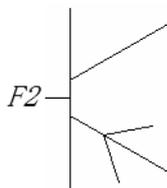

图 11-65 三极管
将如图 11-65 所示的三极管插入到如图 11-66 所示的导线中。
(1) 平移图形。单击“修改”工具栏中的“移动”按钮, 开启“对象捕捉”模式，捕捉如图 11-65 所示的点 F2 作为移动基点，选择三极管符号作为移动对象，将其移动到如图 11-66 所示的导线处，移动结果如图 11-67 所示。
(2) 继续平移图形。单击“修改”工具栏中的“移动”按钮, 开启“正交模式”，选择三极管为移动对象，捕捉 F2 点作为移动基点，输入位移为 (-5,0,0)，将三极管向左平移 5mm，命令行提示与操作如下：